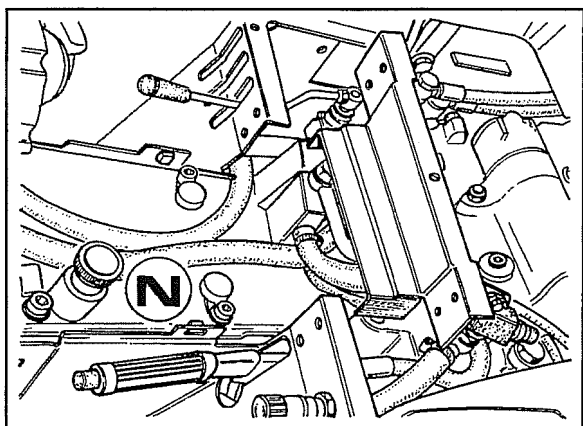

Fig. 3
- 3 Togliere il coperchio carter cambio **N** fig.3.